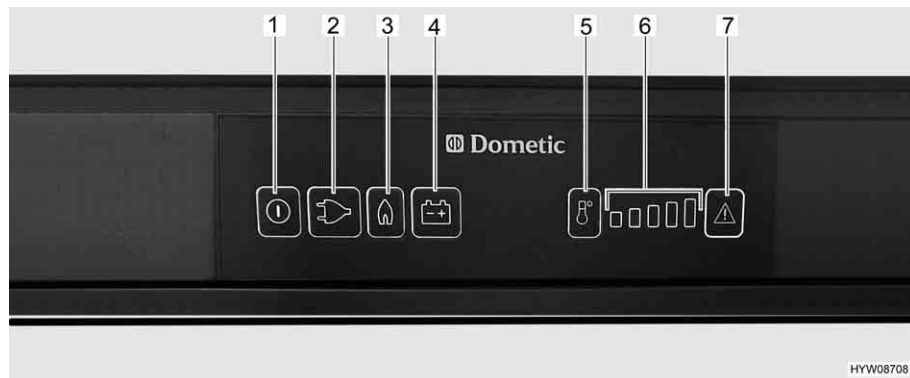

Bild 197 Reglage, knappar för kylskåpet (Dometic 8-serie med MES)
- Tryck på på/av-knappen (Bild 197,1) i cirka 2 sekunder. Kylskåpet slår på sig. Knappen för senast valda driftläge tänds.
- Tryck eventuellt på knappen för driftläge "Gas" (Bild 197,3). Knappen tänds. Nu är gastillförseln öppen. Tändning sker automatiskt. Ett tickande ljud hörs tills tändningsproceduren är klar.
- Ställ in kyltemperaturen med knappen temperaturstegsval (Bild 197,5).
- Tryck eventuellt på knappen för driftläge "230 V" (Bild 197,2). Knappen tänds.
- Tryck eventuellt på knappen för driftläge "12 V" (Bild 197,4). Knappen tänds.